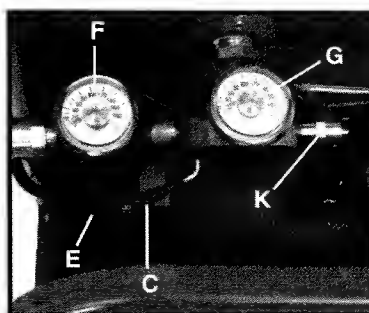

Fig. 3
## Interrupteur ON/AUTO – OFF (C) Fig. 3 :
**Régulateur (E) Fig. 3 :** La pression d'air provenant du réservoir d'air est contrôlée par le régulateur. Tournez le bouton du régulateur en sens horaire pour augmenter la pression et en sens anti-horaire pour diminuer la pression. Pour éviter un nouveau réglage mineur après avoir modifié le réglage de pression, approchez toujours la pression désirée depuis une pression plus basse. En réduisant d'un réglage plus élevé à un réglage plus bas, réduisez d'abord à une pression inférieure à celle désirée, puis amenez à la pression désirée. Suivant les
**Manomètre pour pression de sortie (F) Fig. 3 :** Le manomètre pour pression de sortie indique la pression d'air disponible sur le côté sortie du régulateur. Cette pression est contrôlée par le régulateur et est toujours inférieure ou égale à la pression du réservoir. Reportez-vous au « Mode de fonctionnement ».
**Manomètre pour pression du réservoir (G) Fig. 3 :** Le manomètre pour pression du réservoir indique la pression d'air de réserve dans le réservoir.
**Soupape de sûreté (K) Fig. 3 :** Si le manostat ne met pas le compresseur d'air à l'arrêt à son réglage de pression de déclenchement, la soupape de sûreté protégera contre la haute pression en « sortant » à sa pression réglée en usine (légèrement plus élevée que le réglage de déclenchement du manostat).
10. Tirez l'anneau de la soupape de sûreté (K) Fig. 3, en laissant l'air se vider du réservoir jusqu'à ce que la pression du réservoir soit à environ 20 lb/po2. Relâchez l'anneau de la soupape de sûreté.
**REMARQUE :** Si la soupape de vidange est colmatée, tirez l'anneau de la soupape de sûreté (K) Fig. 3, et tenez jusqu'à ce que toute la pression d'air ait été relâchée. La soupape peut alors être retirée, nettoyée et remise en place.